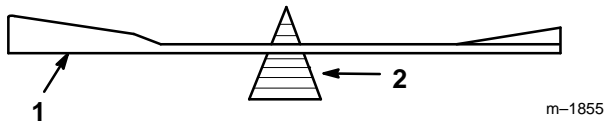

Abbildung 12
- Die Balance des Schnittmessers auf einer Messerwaage kontrollieren (Abb. 12). Wenn das Schnittmesser in horizontaler Position bleibt, ist es ausgewuchtet und kann verwendet werden. Wenn das Schnittmesser nicht ausgewuchtet ist, nur vom Ende des Segelbereichs etwas Metall abfeilen (Abb. 10). Diesen Vorgang wiederholen, bis das Schnittmesser ausgewuchtet ist.